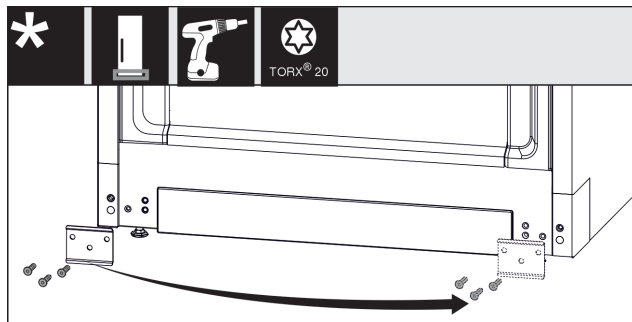

Fig. 12
- Odskrutkujte plech, premiestnite ho na druhú stranu a znova priskrutkujte. Fig. 12 (1)